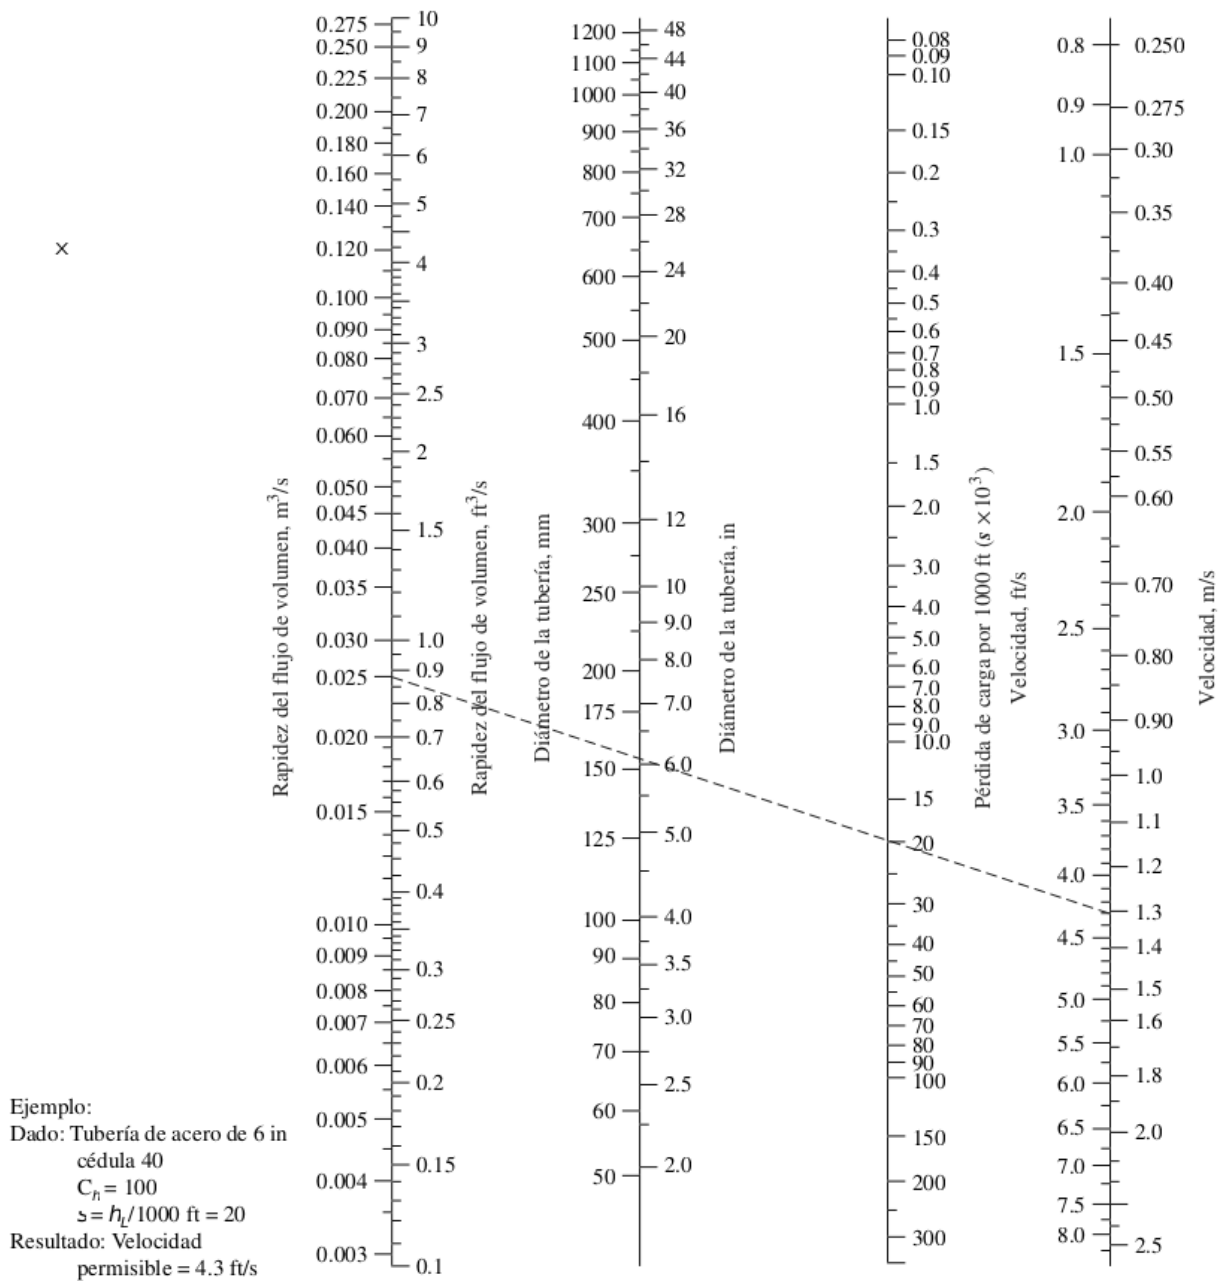

FIGURA 8.10 Nomograma para resolver la fórmula de Hazen-Williams con $C_h = 100$.
3. (10 points) Utilice los valores de diseño dados en la **tabla 8.3** para el coeficiente C_h , a menos que se indique lo contrario. Use cualquiera de las diversas formas de la fórmula o el nomograma de la **figura 8.10** según se le asigne.